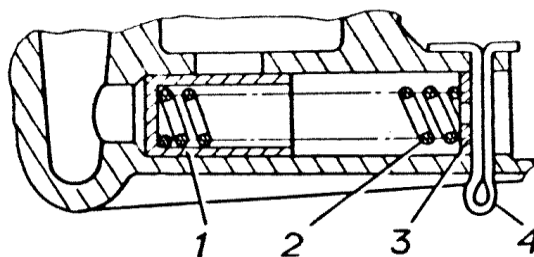

Рис.26. Редукционный клапан:
**Редукционный клапан** (рис.26) – плунжерного типа, расположен в приемном патрубке масляного насоса. Плунжер клапана стальной, для увеличения твердости и износостойкости поверхность плунжера подвергнута нитроцементации.